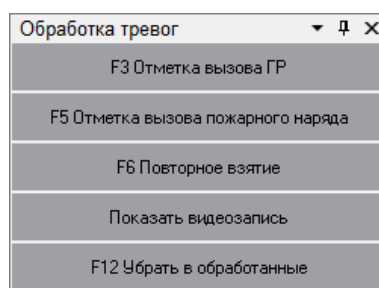

Рисунок 8-10 Панель "Обработка тревог" для выбранного на вкладке "Текущие тревоги" тревожного события объекта пожарной составляющей системы
- Для тревожного события объекта пожарной составляющей системы (см. Рисунок 8-10) – см. п. 8.3.3.1.2;